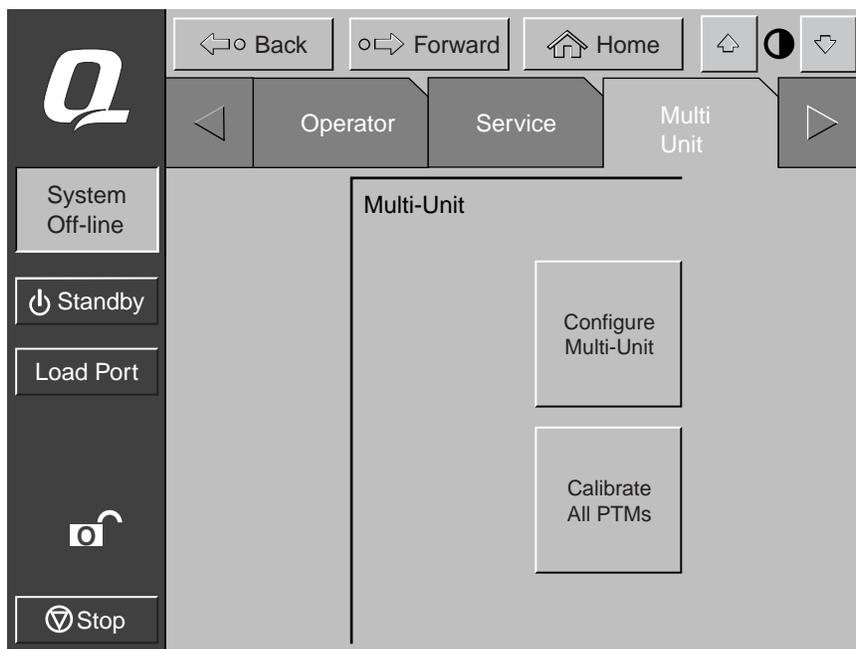

Figura 3-6. Schermata Calibrate all PTMs
1. Dalla scheda Multi-Unit, selezionare il pulsante **Calibrate all PTMs** (Calibra tutti i PTM) (vedere la Figura 3-6). Tutti i PTM in tutte le librerie vengono calibrati automaticamente.